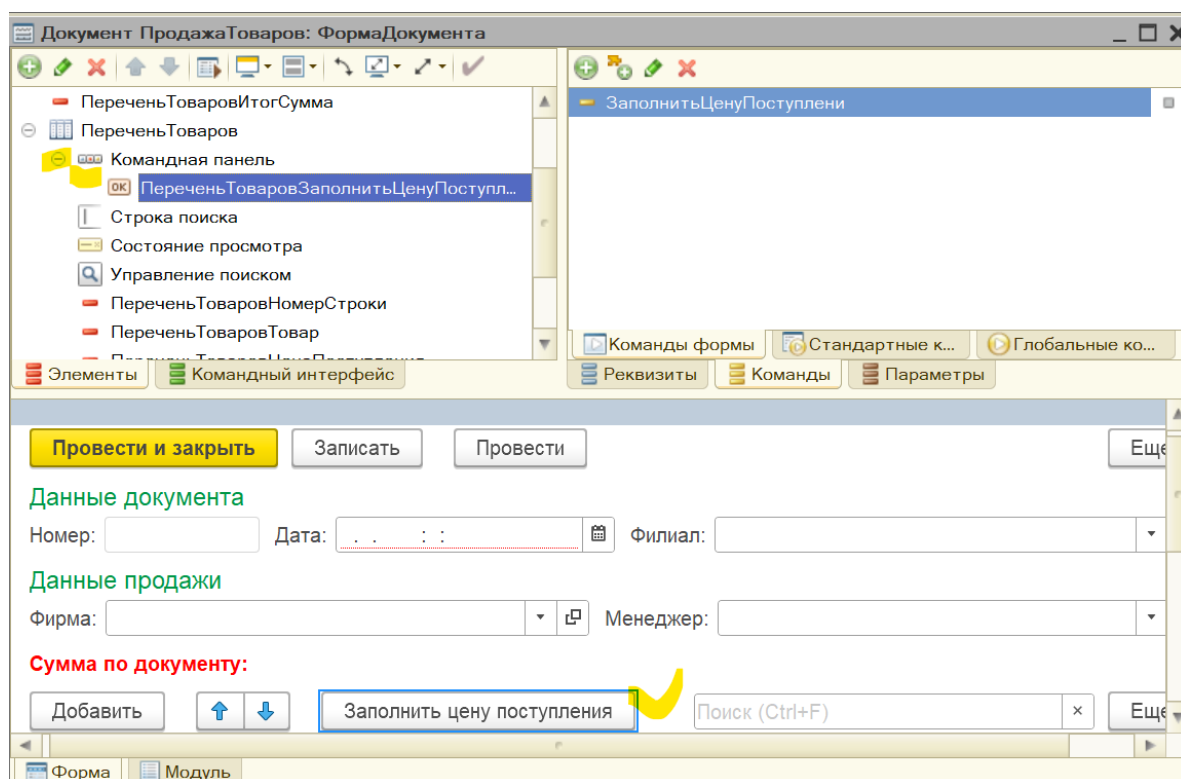

Рис. 5.13. Создание кнопки на командной панели
7. Перенесем команду на командную панель табличной части (рис. 5.13). Теперь мы можем перейти в режим 1С: Предприятие для проверки работоспособности заданного функционала.